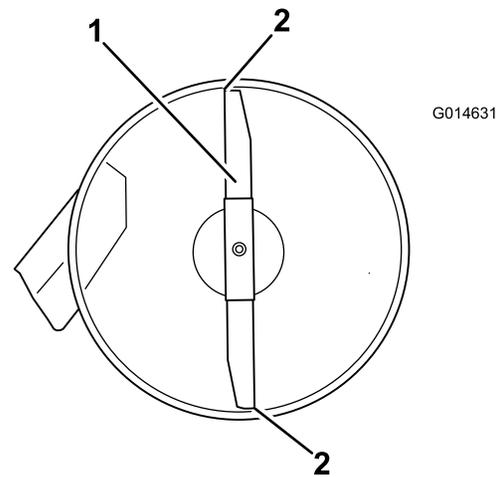

Figura 50
- Gire cuidadosamente las cuchillas colocándolas en el sentido de avance de la máquina (Figura 50).
- Mida entre la punta de la cuchilla delantera y la superficie plana y entre la punta de la cuchilla trasera y la superficie plana (Figura 50).
- Después de realizar el ajuste, compruebe de nuevo la inclinación longitudinal, y siga ajustando la tuerca hasta que la punta de la cuchilla delantera esté entre 1.6 mm y 7.9 mm (1/16" a 5/16") más baja que la punta de la cuchilla trasera (Figura 50).